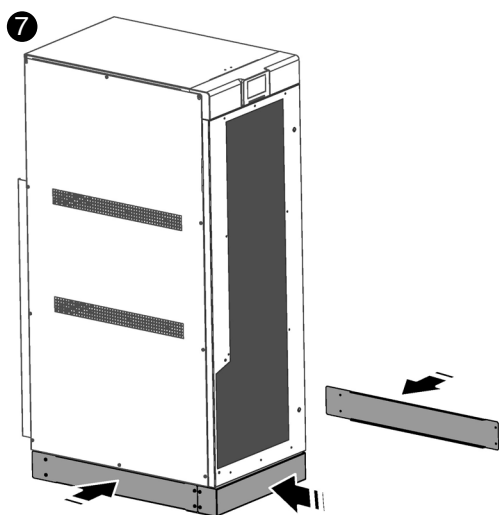

Fig. 34. Montaje de los zócalos de la base del equipo en su ubicación definitiva.
- ❼ Montar de nuevo los 4 zócalos en la base del equipo (Fig. 34).